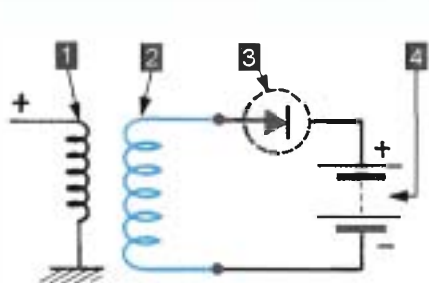

Figure 21.7 • Principe du redressement dans un alternateur.
Le courant induit prend naissance dans le stator et passe par un redresseur réalisé par un montage de semi-conducteurs (diodes) qui ne laissent passer le courant que dans un seul sens (figure 21.7).
- **monophasé** à une ou deux bobines (figures 21.7 et 21.8) ;
Dans un alternateur monophasé à un seul bobinage, le montage d'une seule diode rend le courant toujours positif en supprimant l'alternance négative (figure 21.7).